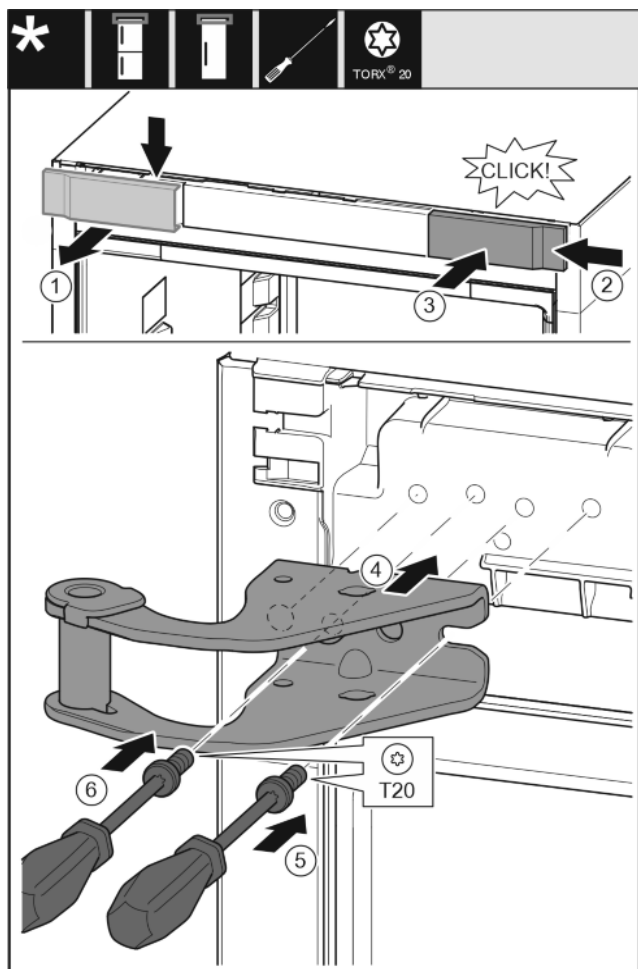

Fig. 12
- ▶ Снимите крышку сверху вперед. Fig. 12 (1)
- ▶ Навесьте крышку, повернув ее на 180°, справа с другой стороны. Fig. 12 (2)
- ▶ Зафиксируйте крышку. Fig. 12 (3)
- ▶ Установите верхний опорный кронштейн. Fig. 12 (4)
- ▶ Установите и затяните винт отверткой T20. Fig. 12 (5)
- ▶ Вставьте и затяните винт отверткой T20. Fig. 12 (6)